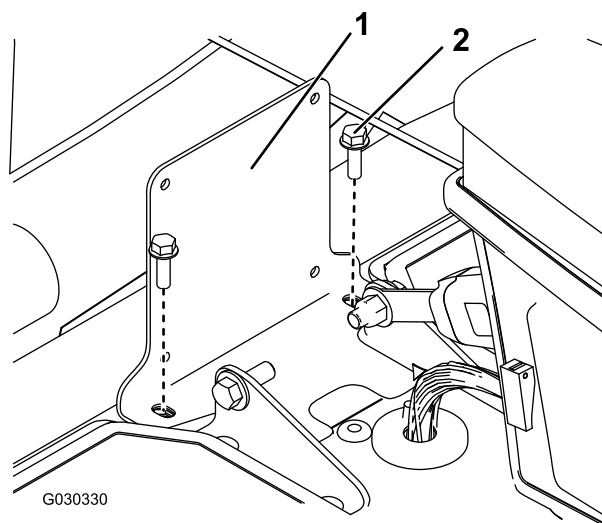

Figura 7
2. Rimuovete i 2 bulloni e montate la staffa di montaggio sul telaio del sedile della macchina (Figura 7).